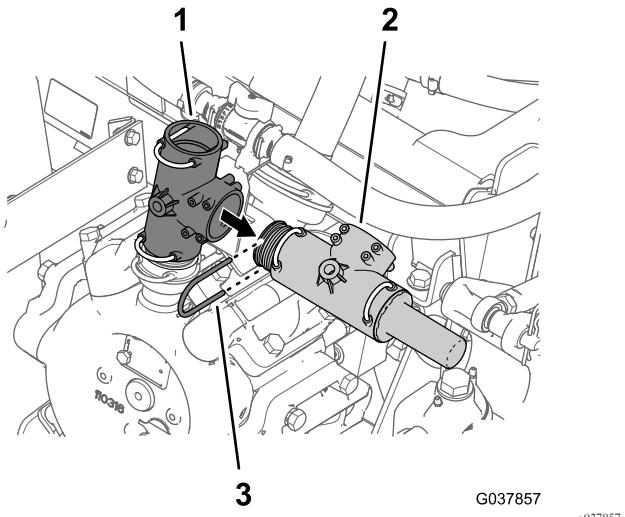

Figura 66
- Rimuovete il fermo che fissa il raccordo a T con la valvola di sfiato della pressione al raccordo a T nella parte superiore della pompa dell'irroratrice (Figura 66).
4. Rimuovete il raccordo a T con la valvola di sfiato della pressione dal raccordo a T nella parte superiore della pompa dell'irroratrice (Figura 66).